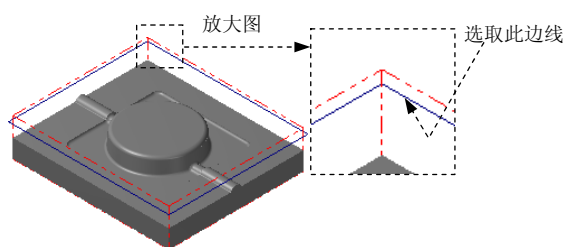

图 12.11 选取切削范围边线
(2) 设置加工边界。在 **边界范围** 区域中单击  按钮，系统弹出“串连选项”对话框。在图形区中选取图 12.11 所示的边线，单击  按钮，系统返回至“刀具路径的曲面选取”对话框。
(3) 单击  按钮，完成加工区域的设置，同时系统弹出“曲面残料粗加工”对话框。